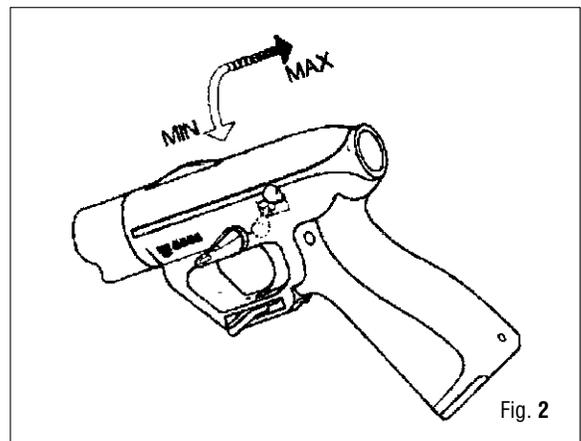

Fig. 2
3. Coloque el cursor (38) en la posición de máxima potencia. (Fig. 2)